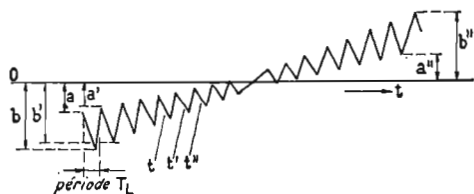
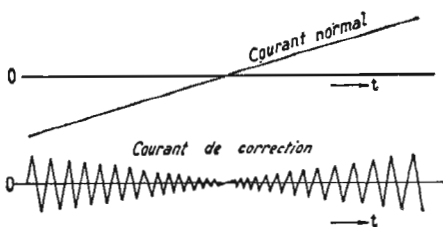

FIG. 13
FIG. 14
- a) le courant dans les bobines de déviation verticale sera réduit à des valeurs a, a', \dots au début de chaque ligne (voir figure 13)
La forme du courant de déviation verticale montrée par la figure 13 sera obtenue en additionnant au courant normal de déviation verticale, le courant de correction. Ces deux courants sont indiqués sur la figure 14.